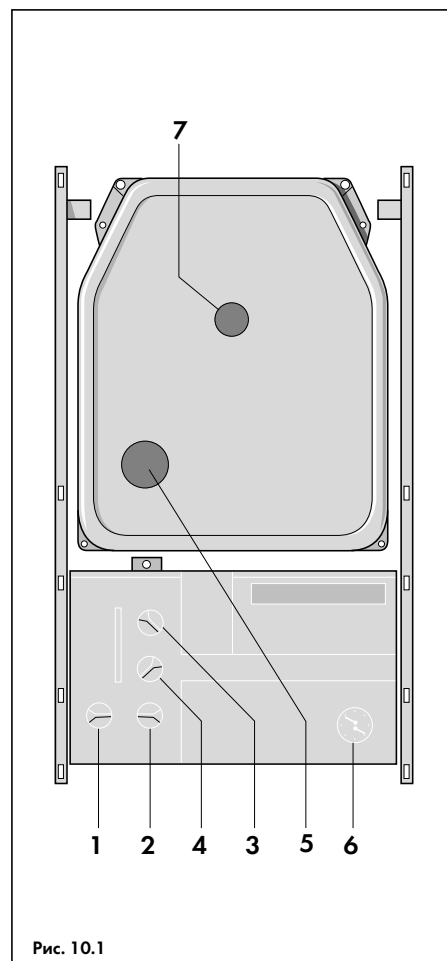

Рис. 10.1
- Установить регулятор температуры отопления (3, рис. 10.1) на желаемое значение. Рекомендуются следующие установки:
**Указание:** Первые часы эксплуатации аппарата рекомендуется устанавливать регулятор температуры отопления (3, рис. 10.1) на значение не выше "6".
- Регулятор температуры горячей воды\* (4, рис. 10.1) установить на желаемое значение. При обычных условиях этот регулятор должен устанавливаться на "6".
Регулятор температуры горячей воды (4, рис. 10.1) установить на "9". Полностью открыть краны горячей воды;
Включить режим "Отопление и горячая вода" . Установить регулятор температуры подающей линии (3, рис. 10.1) на "9".
Работу горелки можно наблюдать через смотровое окошко (5, рис. 10.1).
**Указание:** Аппарат имеет измерительный патрубок для анализа качества сжигания топлива (7, рис. 10.1). К нему можно подсоединить соответствующий измерительный прибор.
**ВНИМАНИЕ:** Ни в коем случае не допускайте эксплуатации аппарата без лицевого теплового экрана. При необходимости визуального контроля пламени используйте окошко (5, рис. 10.1) в передней крышке турбо-камеры.
**Указание:** Выполнение цикла можно отменить, главным выключателем (1, рис. 10.1) или переключателем режимов работы (2, рис. 10.1), повернув его в положение "Снятие сбоя".